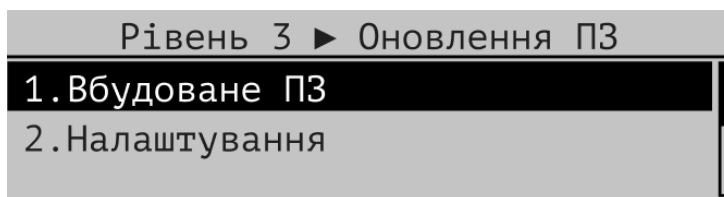

Рисунок 11.4.2 – Приклад вікна «Оновлення ПЗ»
11.4.2.2 Перелік ВПЗ та налаштування доступні в меню ППКП (див. Рис. 11.4.2). Для цього потрібно: